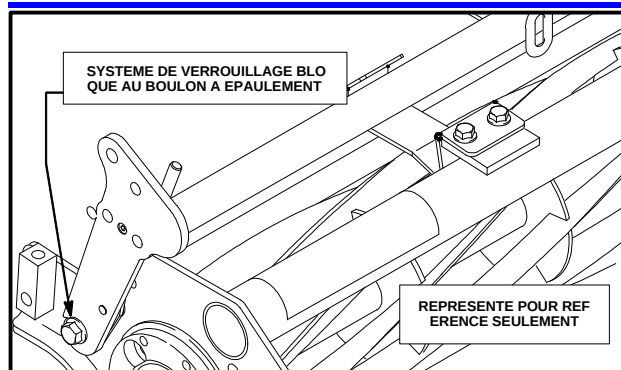

Figure 7
- Tirer sur la poignée de verrouillage et la pivoter vers l'arrière (laisser la tête du boulon tomber dans le trou central), le système de verrouillage pivotera vers l'avant et se bloquera sous le boulon à épaulement (Voir la figure 7). Répéter la procédure de l'autre côté de la tête de coupe. Installer les têtes de coupe restantes en utilisant la même procédure.